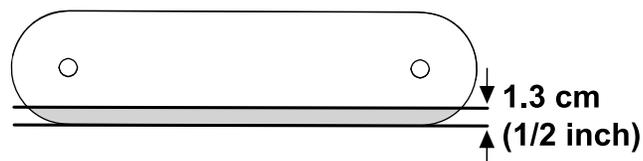

Рисунок 19
- На снятой опорной пластине отметьте 1,3 см по направлению назад от лицевой поверхности и отрежьте заштрихованную часть, показанную на Рисунок 19.